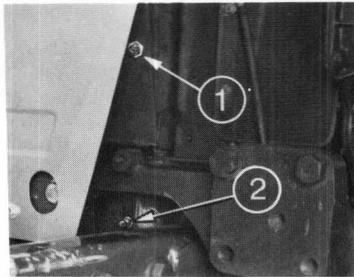

Fig. 3
- Fig. 3 – Pivot de vérin de direction assistée (1) et arbre principal et direction (2). Graisseur à distance.